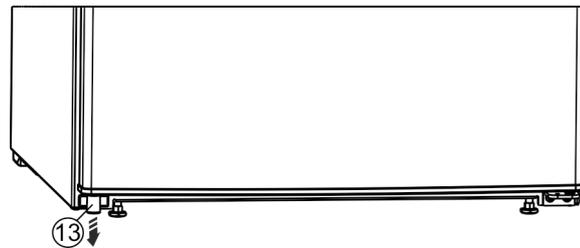

Fig. 13 *
- Unten links das Distanzteil Fig. 13 (13) aus der Tür herausnehmen.*